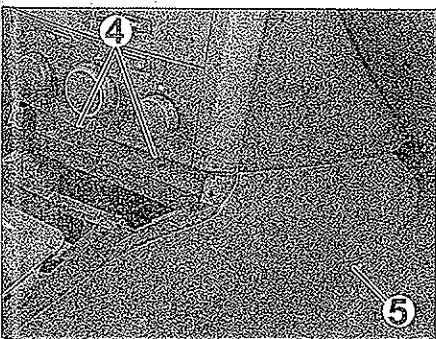

FIG. 41
- los dos tornillos de fijación (4) detrás del cenicero (fig. 41).
- los dos tornillos de fijación delantera (5) a ambos lados.